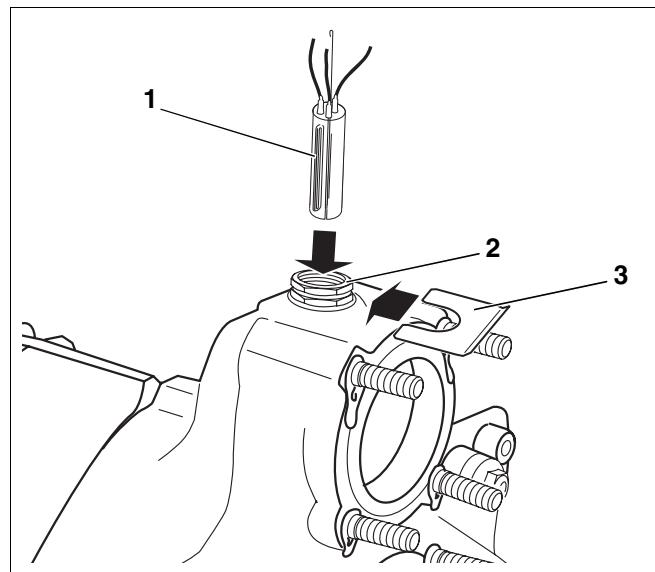

Рис. 45 Установка связки датчиков
Связка датчиков, подключенных к системе управления (три датчика, одна заглушка рис. 45, **поз. 1**), устанавливается в гильзу R^{3/4}".
- Проложить капиллярные трубы датчиков к месту измерения в котле, там вставить датчики в гильзу (рис. 45, **поз. 2**) и закрепить, установив фиксатор (рис. 45, **поз. 3**).